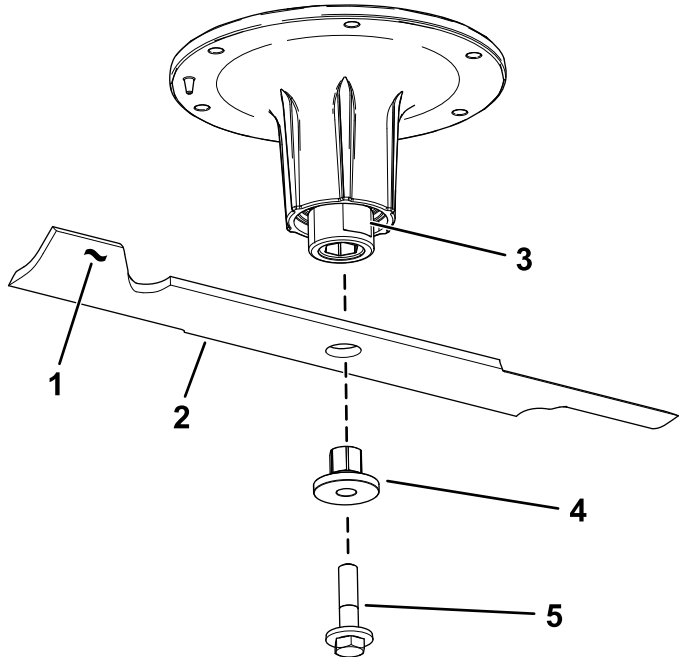

Figura 83
2. Retire el perno de la cuchilla, el buje y la cuchilla del eje (Figura 83).